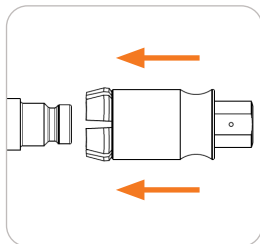

Abbildung 2
- ▶ Schieben Sie den Adapter an der Schiebehülse (Pos. 1) nach vorne auf den Prüfling auf (Abbildung 2).